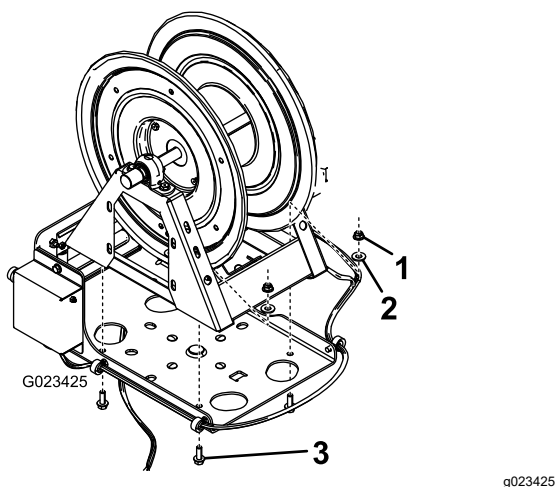

Figura 7
7. Prenda o cilindro da tubagem à placa articulada utilizando 4 parafusos curtos (3/8 pol.), 4 anilhas pequenas e 4 porcas flangeadas (3/8 pol.) como se mostra na **Figura 7**.